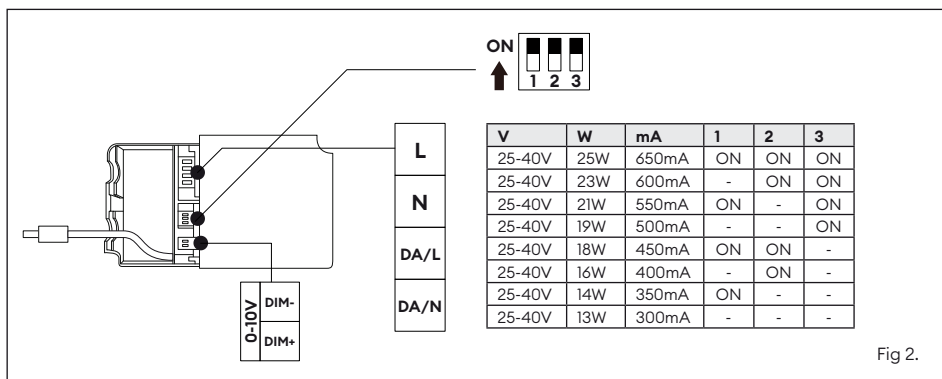

Fig 2.
- Set desired wattage (13W-25W) using the switch located next to the wire terminals. Factory default is 25W (Fig 2).
- Réglez la puissance souhaitée (13 W-25 W) à l'aide du commutateur situé à côté des bornes. Le paramètre d'usine est 25 W (Fig 2).
- Impostare la potenza desiderata (13W-25W) utilizzando l'interruttore situato accanto ai terminali dei fili. L'impostazione di fabbrica è 25W (Fig 2).